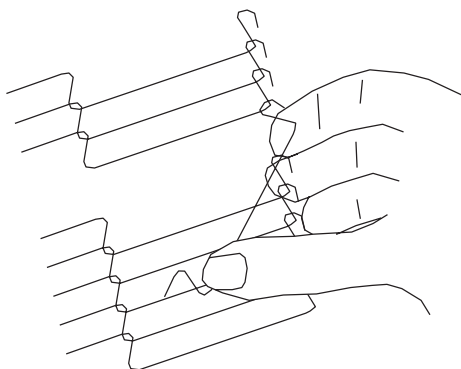

Abbildung 4-29.
3. Entfernen Sie die äußeren Hauptglieder der linken und rechten Förderbandseite, siehe Abbildung 4-29.